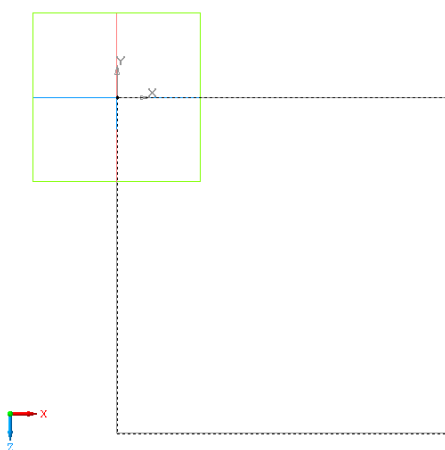

Рис. 12.9. Создание эскиза в плоскости верхней грани параллелепипеда.
2.3. Выполните команду **Эскиз**. Обратите внимание на направление осей координат в выбранной плоскости (рис. 12.9).